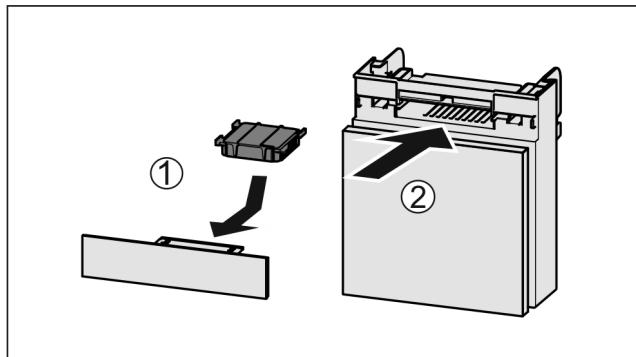

Fig. 124
- Поставете Fig. 124 (1) филтъра с активен въглен, както е показано на фигурата.
- Вкарайте Fig. 124 (2) отделението.